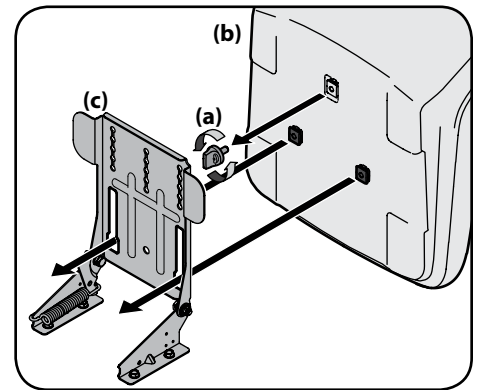

Figura 2-19
1. Retire la perilla de ajuste del asiento (a) de la parte inferior del asiento (b). Consulte la Figura 2-19.
2. Alinee el asiento (b) sobre el soporte de pivote del asiento (c) como se muestra en la Figura 2-19 y monte el asiento (b) en el soporte de pivote del asiento (c) insertando las dos lengüetas de la parte inferior del asiento (b) en las ranuras del soporte de pivote del asiento (c).